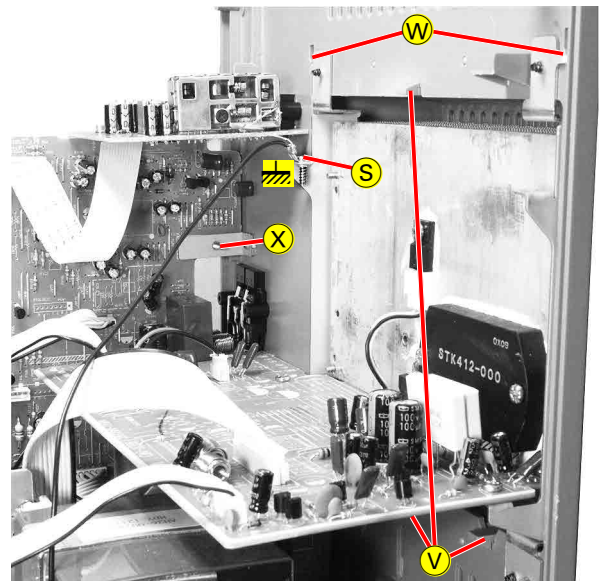

Fig. 15
- Schraube **S** (Fig. 15) herausdrehen.
- Kühlblechabdeckung ausrasten **V** (Fig. 15) und abnehmen.
- Kühlblechhalter **W** (Fig. 15) aushängen.
- Schraube **X** (Fig. 15) herausdrehen.
- Undo screw **S** (Fig. 15).
- Disengage the heat sink cover **V** (Fig. 15) and remove.
- Unhook heat sink holder **W** (Fig. 15).
- Undo screw **X** (Fig. 15).